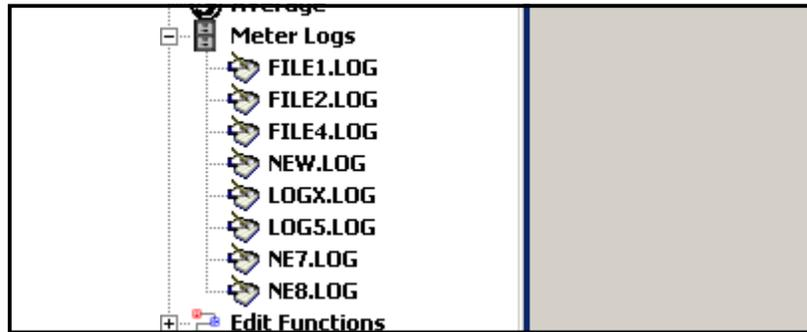

Figure 19 : Option de journaux de débitmètres développés
1. Depuis le *Nouveau navigateur de débitmètre* dans PanaView, développez l'arborescence du réseau et cliquez sur l'option *Journaux de débitmètre*. Si vous avez créé un ou plusieurs journaux, l'arborescence ressemblera à la Figure 19.